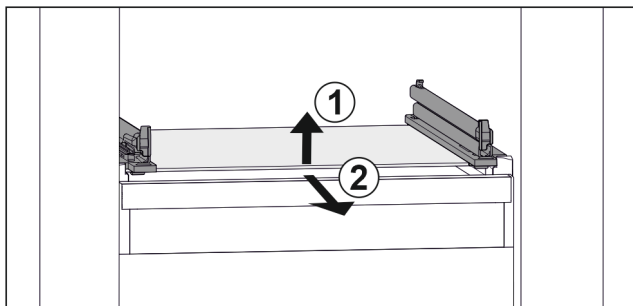

Fig. 153 Przykładowa prezentacja płyty szklanej
- ▶ Unieść płytę szklaną z przodu. Fig. 153 (1)
- ▶ Wyjąć płytę szklaną do przodu. Fig. 153 (2)